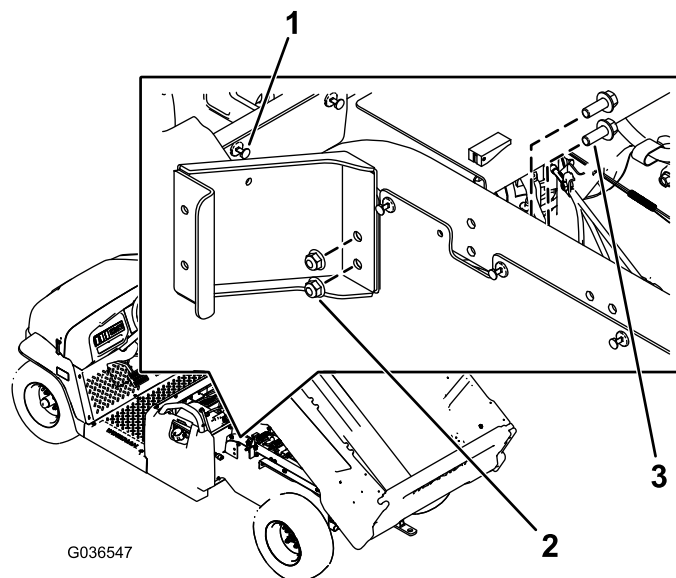

Bild 1
- Entfernen Sie die Niete von der linken Platte hinter dem Rücksitzunterteil (**Bild 1**).
- Befestigen Sie die linke Schleifenhalterung mit zwei Bundbolzen (3/8" x 1") und zwei Muttern (3/8"), wie in **Bild 1** abgebildet.